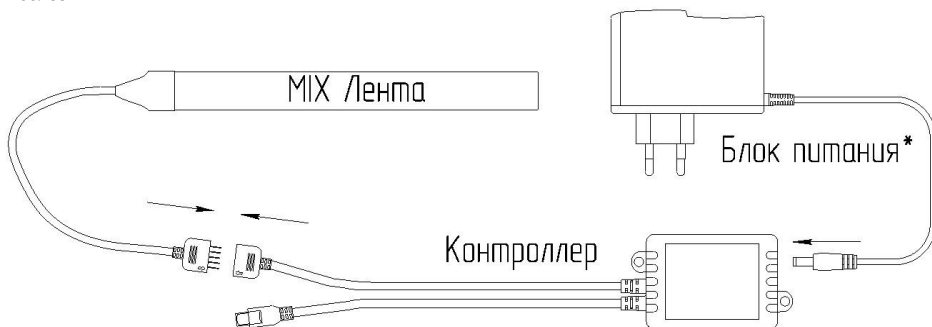

Рисунок 3– Схема подключения контроллера, светодиодной ленты и блока питания.
- 5.1.2. Подключите к прямоугольному штекеру контроллера MIX ленту Geniled. При подключении соблюдайте полярность. Для правильного подключения на штекерах изображены стрелки, которые должны быть направлены «друг к другу». См. рисунок 3.